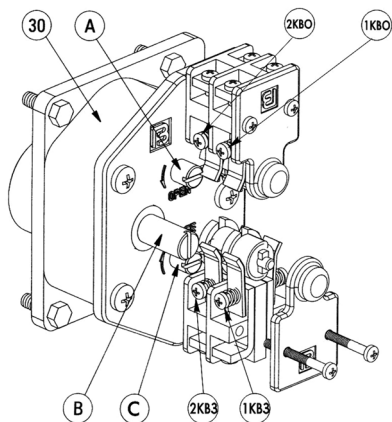

Рис. 2 Ограничитель хода выходного вала
Ограничитель хода выходного вала состоит из редуктора (30) (рис. 2) и роторного механизма микровыключателей.